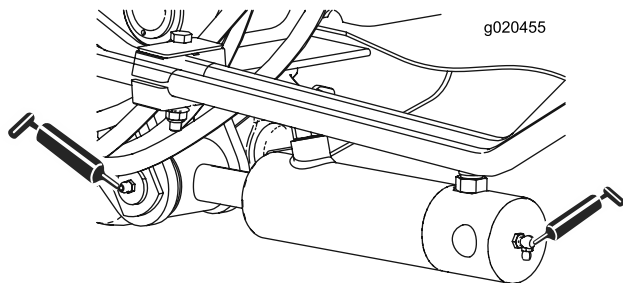

Figura 64
- Dois (cada lado) casquilhos do cilindro do braço de elevação (Figura 64)